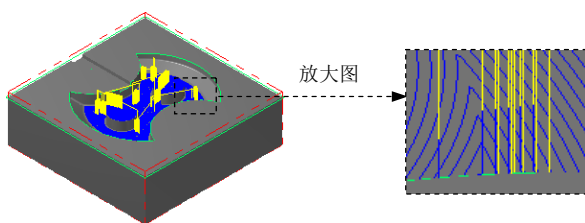

图 22.29 刀具路径
(1) 在“曲面精加工环绕等距”对话框中单击 **环绕等距精加工参数** 选项卡, 然后在 **大切削间距 (M)** 文本框中输入值 1.0, 选中 ☒ **由内而外环切**、☒ **切削顺序依照最短距离** 复选框, 取消选中 **限定深度 (D)** 按钮前的复选框。其他参数采用系统默认设置值。
(2) 单击 **间隙设置 (G)...** 按钮, 在系统弹出的“刀具路径的间隙设置”对话框中选中 ☒ **切削顺序最佳化** 复选框, 在 **切弧的半径** 文本框中输入值 22.0, 在 **切弧的扫描角度** 文本框中输入值 90.0。单击 按钮, 系统返回至“曲面精加工环绕等距”对话框。
Step6. 完成参数设置。单击“曲面精加工环绕等距”对话框中的 按钮, 系统在图形区生成图 22.29 所示的刀具路径。